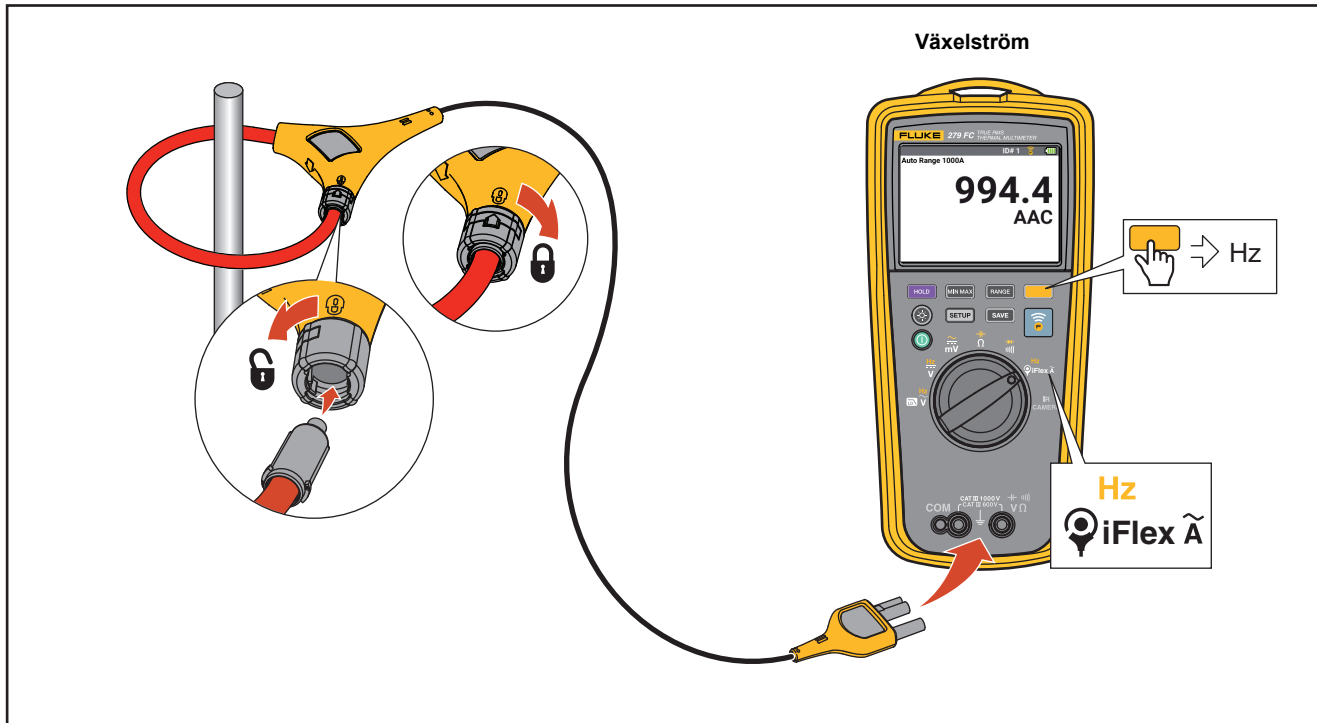

Bild 10. Växelsströmsmätningar
- Växelströmsmätning. Se bild 10.
1. Anslut iFlex-strömproben till ingången på multimeteren. Se bild 10.